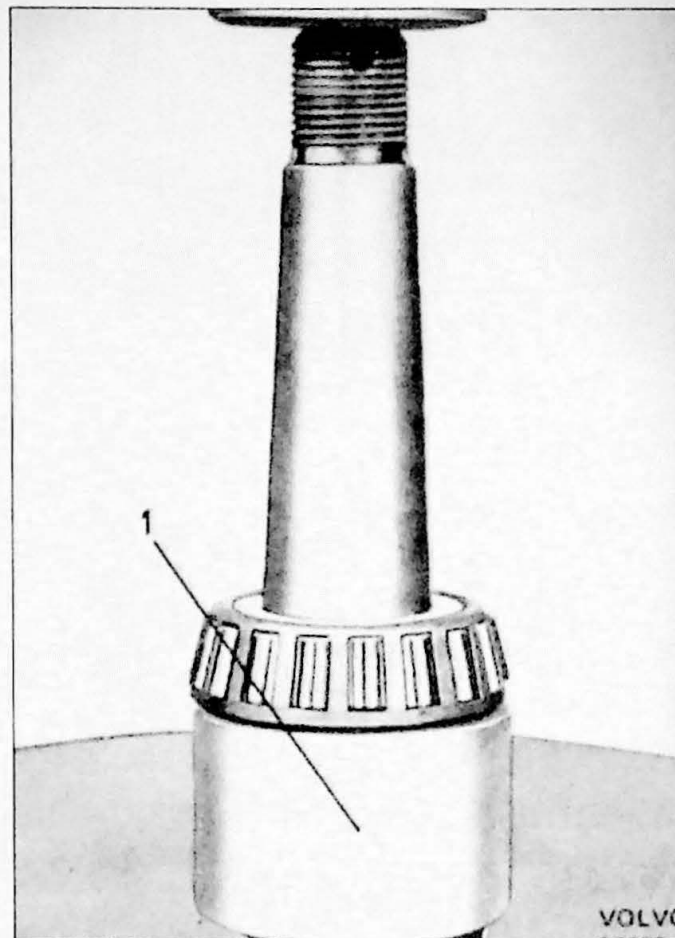
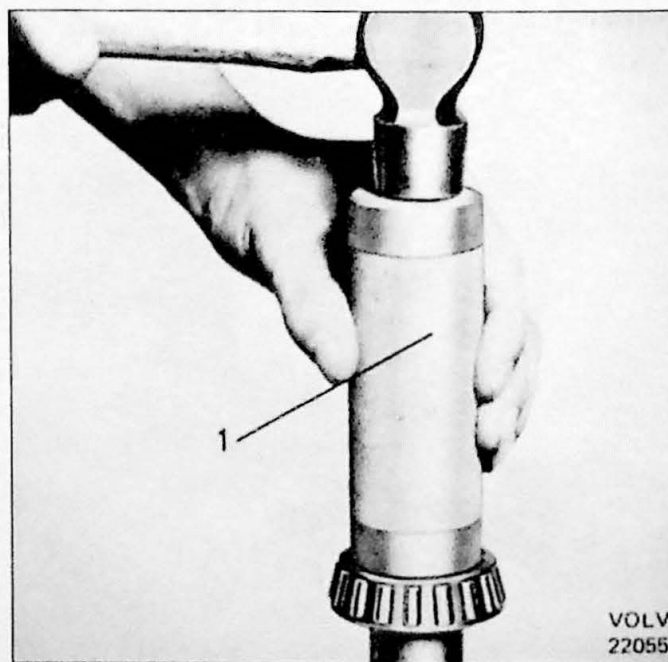

Fig. 9.12. Demontage van aandrijfaslager. 1. onderlegging SVO 1806
Fig. 9.13. Montage van aandrijfaslager. 1. montagehuls SVO 1805
3. Pers het lager eruit (Fig. 9.12). Gebruik SVO 1806 als onderlegger. Monteer het nieuwe lager met behulp van huls SVO 1805 (Fig. 9.13).